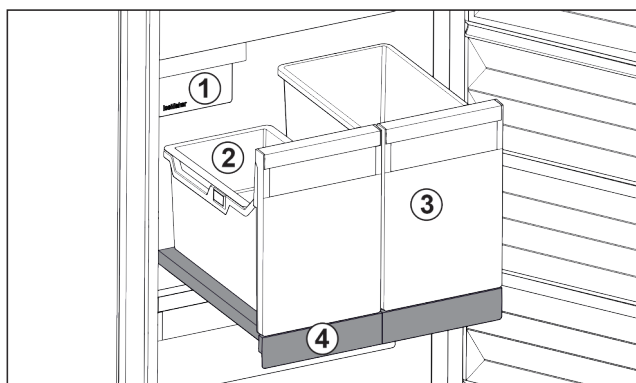

Fig. 27 Izvlečna polica z IceTower
- (1) IceMaker
- (2) Obešalna skodelica za ledene kocke
- (3) Posoda za npr. pice, alkoholne pijače
- (4) Izvlečna polica
Na izvlečni polici sta dve visoki posodi (IceTower). V posodi *Fig. 27 (2)* se zbirajo in skladiščijo ledene kocke iz IceMaker. Posoda *Fig. 27 (3)* je primerna za shranjevanje višjih živil, kot so pice ali alkoholne pijače.